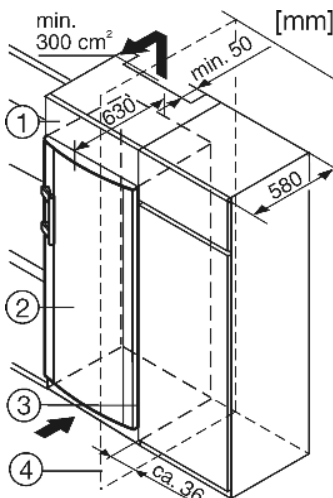

Fig. 14
- (1) Armario superior
- (2) Aparato
- (3) Armario de cocina
- (4) Pared
Si la cocina posee armarios normalizados (profundidad máx. 580 mm) el aparato se puede instalar directamente junto al armario de la cocina *Fig. 14 (3)*. Desde el lateral, la puerta del aparato queda a 34 mm de la parte frontal del armario de cocina, y desde el centro del aparato, a 50 mm. Por tanto, se puede abrir y cerrar sin problemas.
Si el aparato con las bisagras se instala junto a una pared *Fig. 14 (4)*, la distancia entre el aparato y la pared debe ser de 36 mm como mínimo. Esto equivale al saliente del tirador con la puerta abierta.